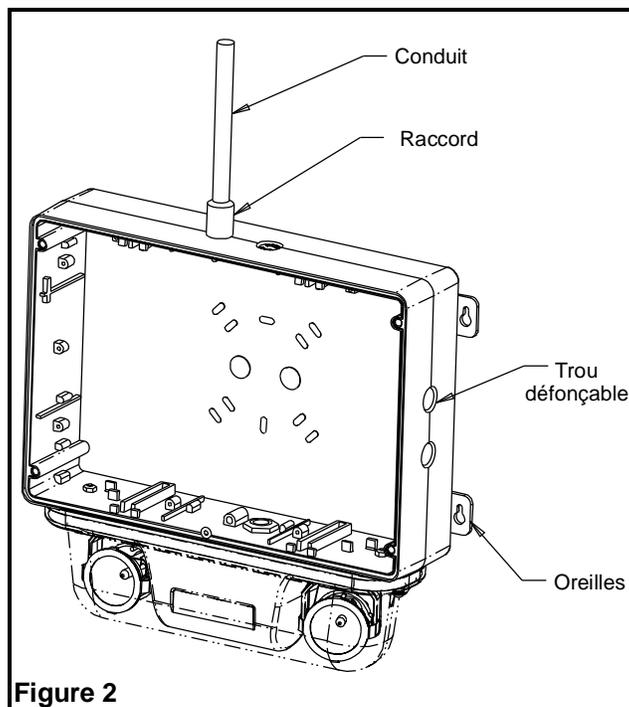

Figure 2
### Montage mural (figure 2):
- Installer l'unité au mur en utilisant 4 vis (non fournies). Utiliser les oreilles situées sur les côtés (voir figure 2).